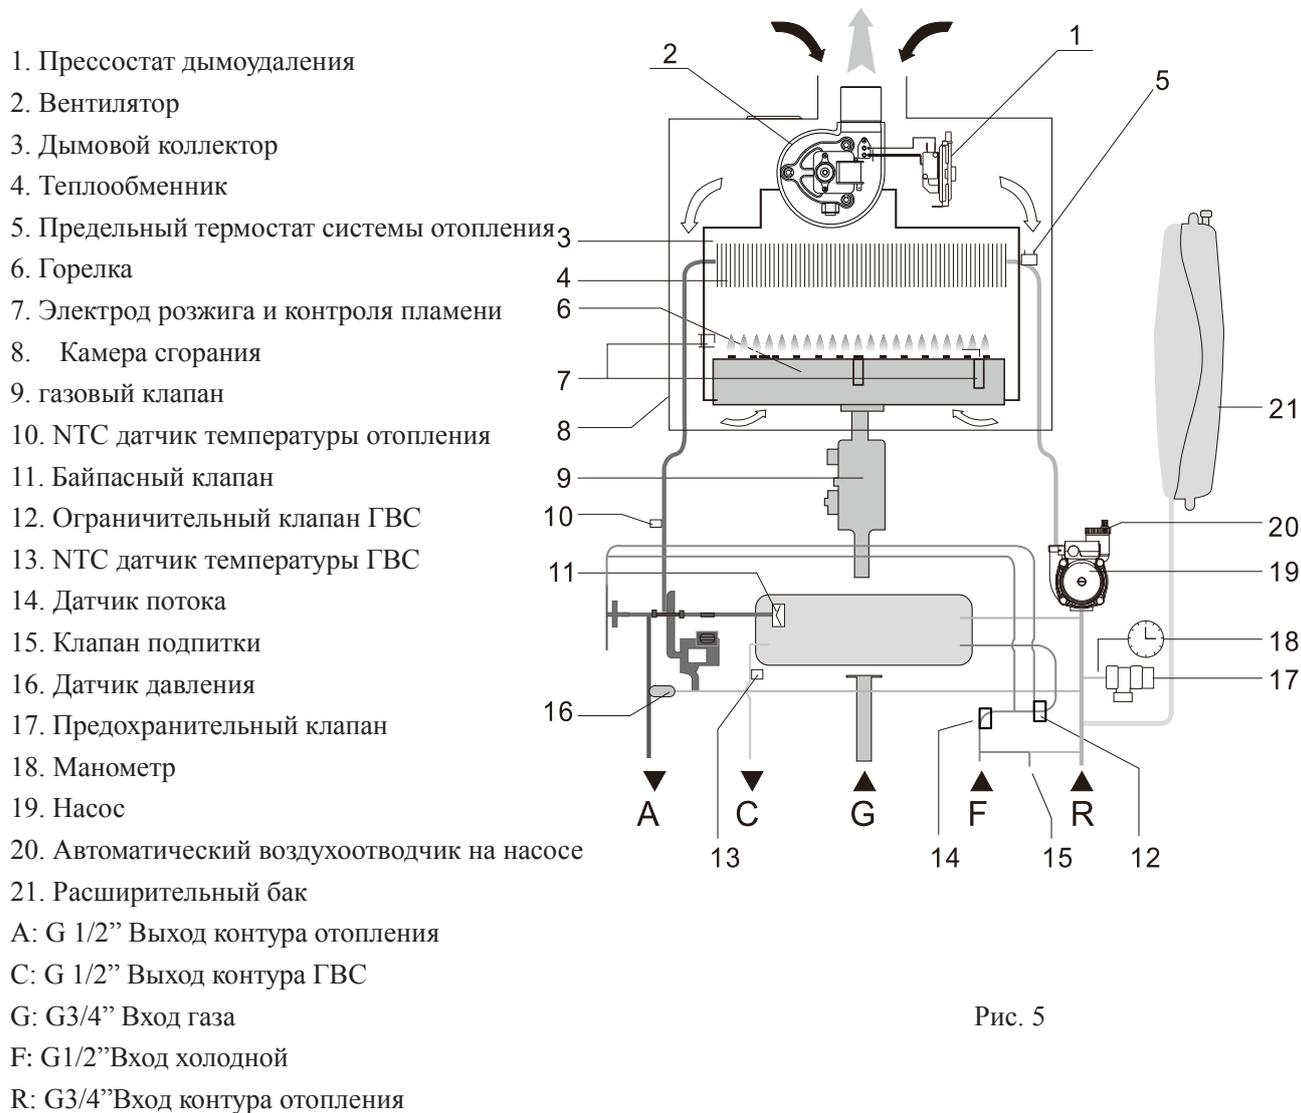

Рис. 5
3.7.1 Принципиальная схема циркуляции теплоносителя для модели с пластинчатым теплообменником ГВС (рис. 5)